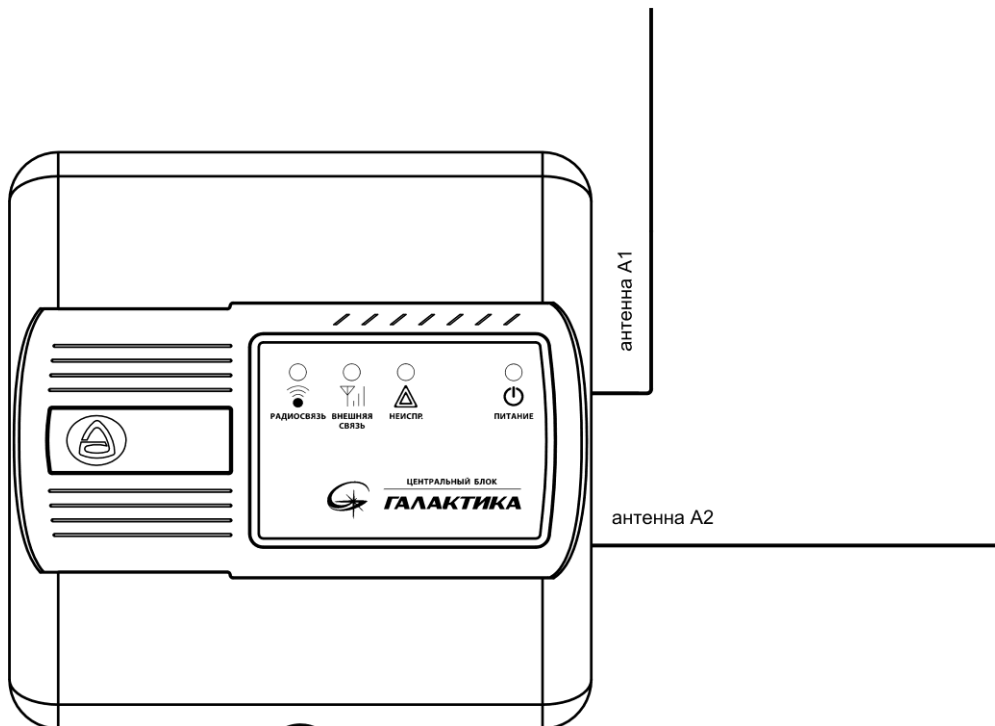

Рис.1 Общий вид ЦБ с подключенными антеннами
3.1.1 На панель индикации ЦБ (см. рис.1) выведены светодиодные индикаторы: контроля состояния питания - «ПИТАНИЕ» и контроля связи и неисправностей в системе – «РАДИОСВЯЗЬ» (связь с r/u), «ВНЕШНЯЯ СВЯЗЬ» (GSM канал) и «НЕИСПР.» (описание индикации – см.п. 3.5).